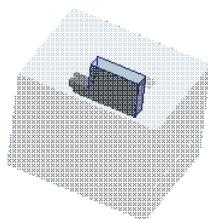
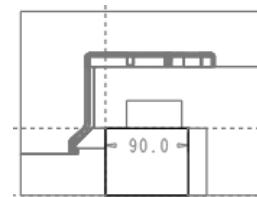

图 26.26 实体拉伸特征
图 26.27 截面草图
Step2. 创建图 26.26 所示的实体拉伸特征。
(1) 单击 **模具** 功能选项卡 **形状** ▾ 区域中的 按钮，此时系统弹出“拉伸”操控板。
(2) 定义草绘截面放置属性。在绘图区中右击，选择快捷菜单中的 **定义内部草绘…** 命令。系统弹出“草绘”对话框，然后选择 MOLD_FRONT 基准平面作为草绘平面，草绘平面的参考平面为 MOLD_RIGHT 基准平面，方位为 **右**，单击 **草绘** 按钮，系统进入截面草绘环境。
(3) 进入截面草绘环境后，选取图 26.27 所示的边线为草绘参考，绘制图 26.27 所示的